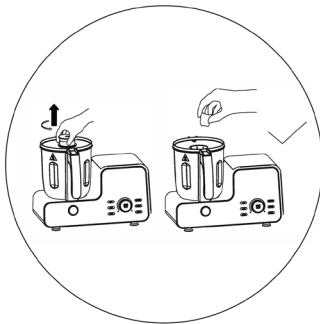

Fig.1
3. Öffnen Sie während des Arbeitsprozesses NICHT den Becherdeckel, um Zutaten hinzuzufügen. Andernfalls würden Spritzer entstehen, die einen Unfall oder einen Sachschaden verursachen könnten. Die richtige Methode ist das Öffnen des Messbechers in der Mitte des Becherdeckels und füttern Sie dann die Zutat durch das Becherloch. (siehe Abbildung 1)